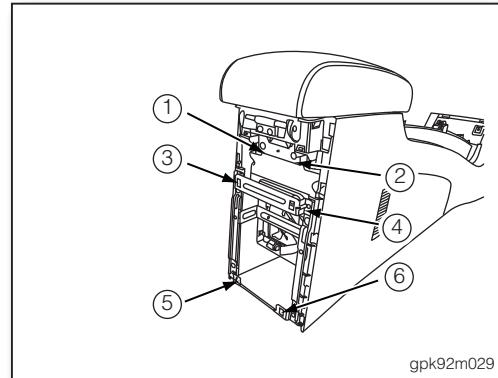

图 2
2. 由中央扶手后方, 拆下后固定架上方固定螺栓①、②, 及固定螺丝③~⑥(如图 2)。